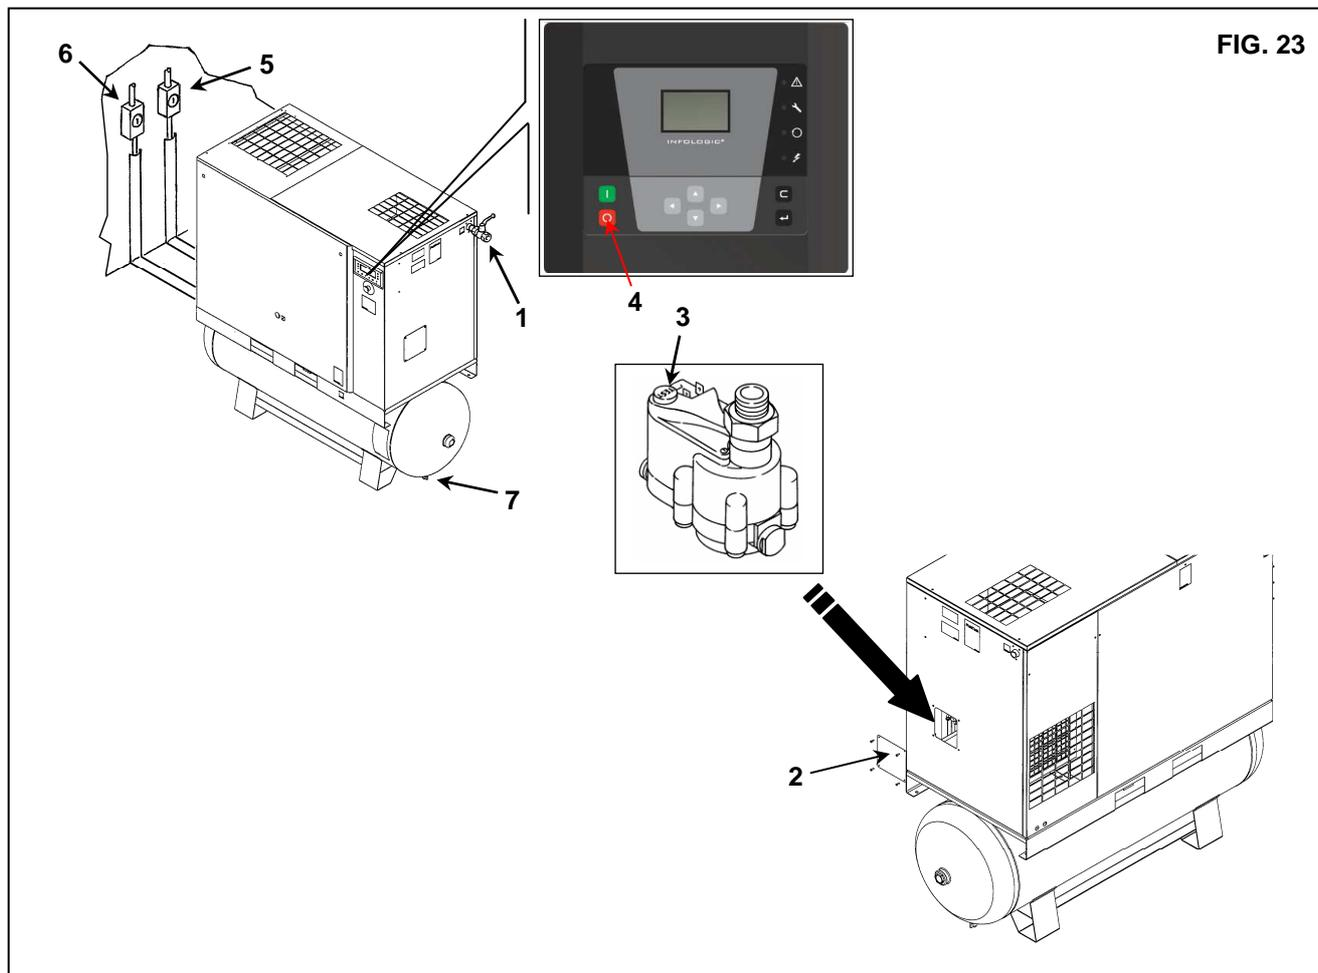

FIG. 23
- Chiudere il rubinetto Rif. 1 Fig. 23.
- Rimuovere il pannello Rif. 2 Fig. 23
- Depressurizzare l'essiccatore premendo il pulsante "TEST" scarico condensa (per circa 10-20 secondi) Rif. 3 Fig. 23
- Spegnerla la macchina agendo sul pulsante Rif. 4 Fig. 23: in questo modo la macchina si fermerà dopo 45 secondi di marcia a vuoto.
- Disconnettere l'alimentazione mediante il sezionatore Rif. 6 Fig. 23 (per compressore a vite) e Rif. 5 Fig. 23 (per essiccatore se presente).
- Depressurizzare il serbatoio aprendo il rubinetto scarico condensa Rif. 7 Fig. 23.
- Chiudere il rubinetto Rif. 7 Fig. 23 dopo aver completato lo scarico dell'aria in pressione residua.